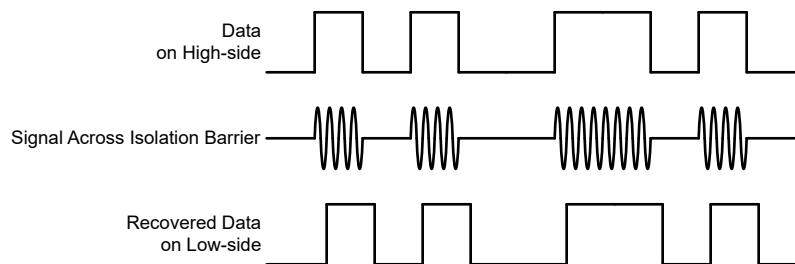

図 6-4. OOK ベースの変調方式
AMC22C12-Q1 は、 $\text{SiO}_2$  ベースの絶縁バリア越しにコンパレータの出力状態を送信するため、図 6-4 に示すオン / オフキーイング (OOK) 変調方式を採用しています。「機能ブロック図」に示す送信ドライバ (TX) は、デジタル 1 を表すために内部で生成された高周波キャリアを絶縁バリア越しに送信します。デジタル 0 を表す信号は送りません。